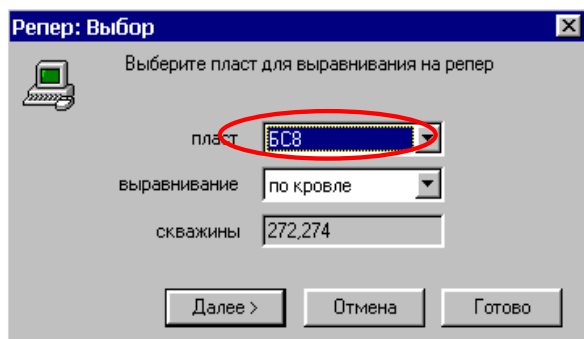

Рисунок 7.6 Окно выбора пласта для выравнивания на репер
3. Выберите пласт, по которому будет рассчитываться репер (рисунок 7.6). Нажмите Далее>